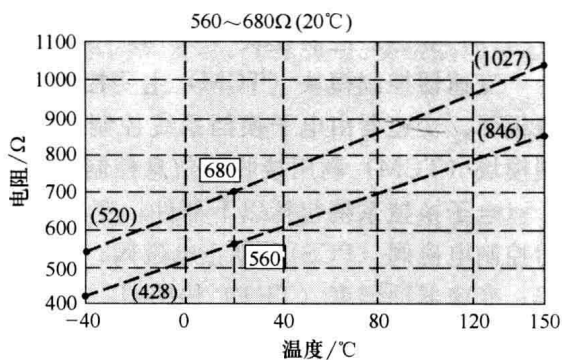

图 1-10 电阻曲线
② 如果电阻值不在最小电阻和最大电阻曲线之间，那么在 20℃（68°F）温度条件下测量传感器电阻。电阻曲线如图 1-10 所示。